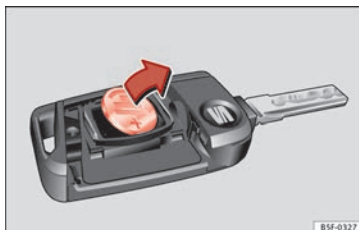

Bild 119 Bilnyckeln: ta ut batteriet
- Ta ut batteriet ur facket med ett tunt, spetsigt verktyg » **bild 119**.
- Placera det nya batteriet i batterifacket som bilden visar » **bild 119**, dvs. i motsatt riktning till pilen » ⓘ.